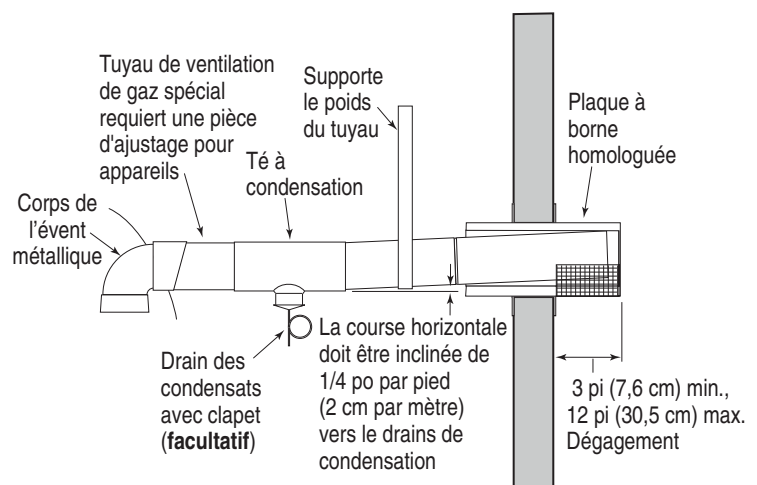

Figure 19.
- à au moins 3 po et à un maximum de 12 po à l'extérieur du mur (voir la Figure 19), suivant les directives du fabricant